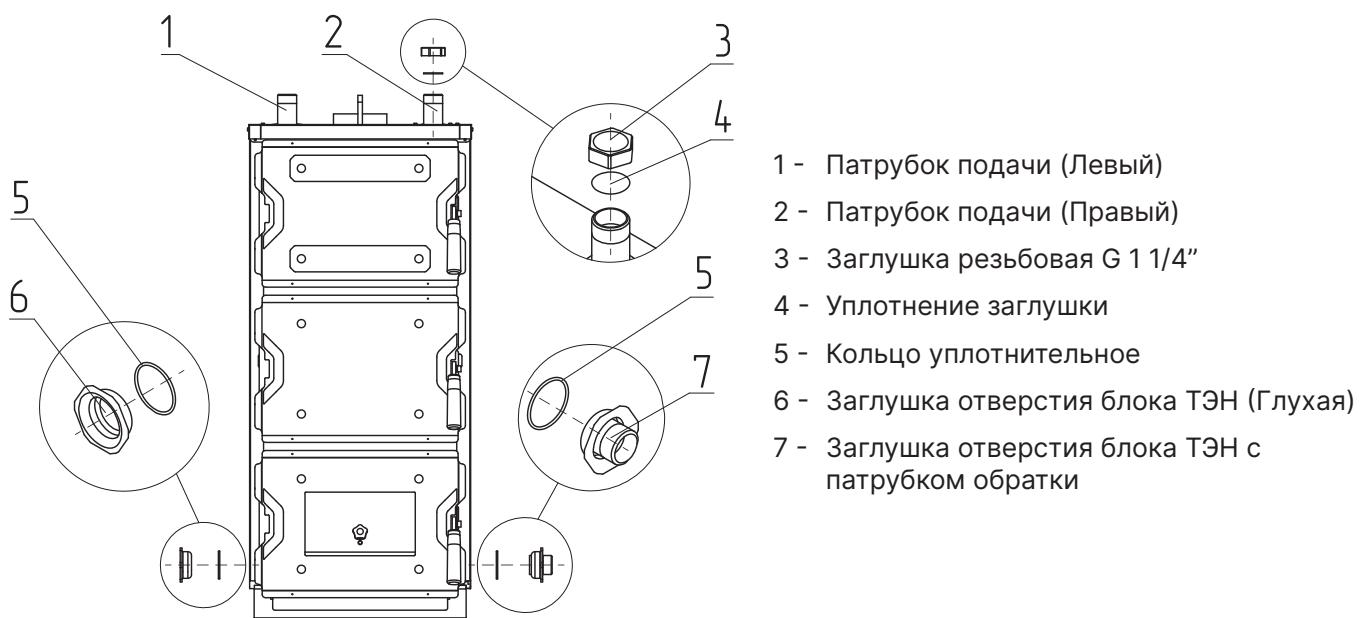

Рис.9 Подключение к системе отопления и блоку ТЭН
1. Изменить подключение подвода теплоносителя с левого (**Рис.9, поз.1**) на правый (**Рис.9, поз.2**) патрубок подачи.
2. Поменять местами заглушку отверстия блока ТЭН (**Рис.9, поз.6**) и заглушку отверстия блока ТЭН с патрубком обратки (**Рис.9, поз.7**).
Внимание! На неиспользуемом патрубке (**Рис.9, поз.1 или поз.2**) обязательно должна быть установлена заглушка (**Рис.9, поз.3**) с уплотнением заглушки (**Рис.9, поз.4**). Так же на неиспользуемом патрубке в нижней части котла обязательно должна быть установлена заглушка (**Рис.9, поз.6**).
- Блоки ТЭН могут быть установлены вместо заглушки в нижней части котла (**Рис.9, поз.6**);